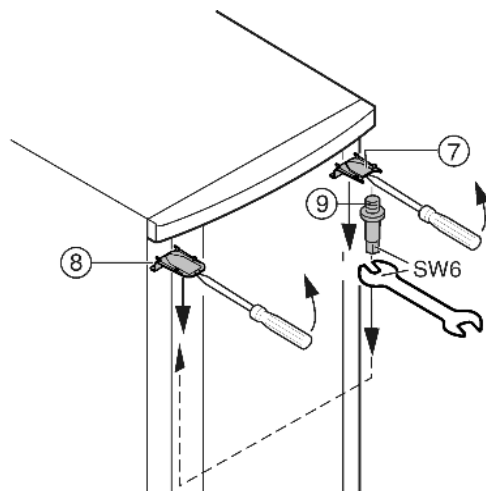

Fig. 8
- Odstraňte kryt Fig. 8 (7) a kryt Fig. 8 (8) šroubovákem vpředu uvolněte ze západek a odstraňte pohybem šikmo směrem dolů.
- Vyšroubujte ložiskové čepy Fig. 8 (9) a na protější straně zašroubujte silou (4 Nm).
- Namontujte opět kryt Fig. 8 (7) na straně ložiskového čepu: vzadu nasadte, vpředu nechte zaskočit do západek.
- Namontujte opět kryt Fig. 8 (8) na protější straně: vzadu nasadte, vpředu nechte zaskočit do západek.
- ▶ Zavěste dveře nahoře do ložiskového čepu *Fig. 8 (9)*.